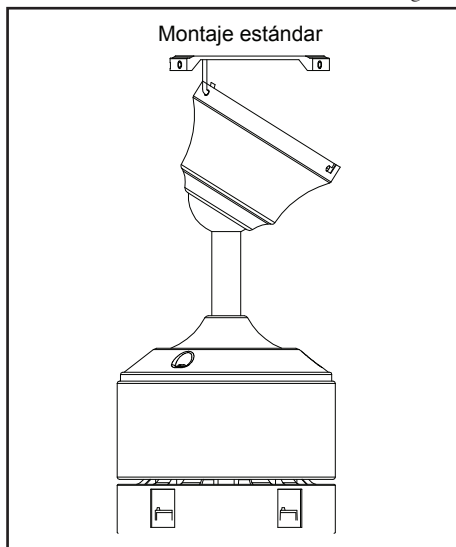

Figura 9
4. Con cuidado alza el conjunto del ventilador hasta el soporte de montaje en el techo. Asegúrate de que la pestaña en el soporte de montaje esté bien asentada dentro de la ranura de la bola de soporte. (Figura 9)
EL GANCHO, COMO SE MUESTRA EN LA FIGURA 9, SOLAMENTE ES PARA SOSTENER EL VENTILADOR MIENTRAS SE CONECTAN LOS CABLES. SI NO SE CUELGA COMO SE MUESTRA EN LA FIGURA 9, PUEDE ROMPERSE EL GANCHO Y EL VENTILADOR SE CAÉRA. EL GANCHO DEBE PASAR DE ADENTRO HACIA FUERA LA CUBIERTA